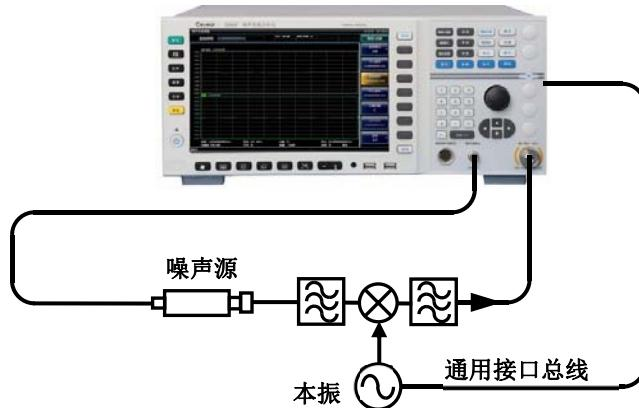

图 4.5 系统下变频模式校准连接图示
- 步骤2.** 噪声系数分析仪通过(GPIB或LAN)接口控制外部本振。用GPIB电缆或网线将噪声系数分析仪和本振源对应的接口连接起来。在可变本振固定中频模式设置中，用噪声系数分析仪的通用总线接口(GPIB或LAN)控制本振源的输出频率和功率，可实现噪声系数的自动扫频测量，系统变频模式的校准连接如图4.5所示。